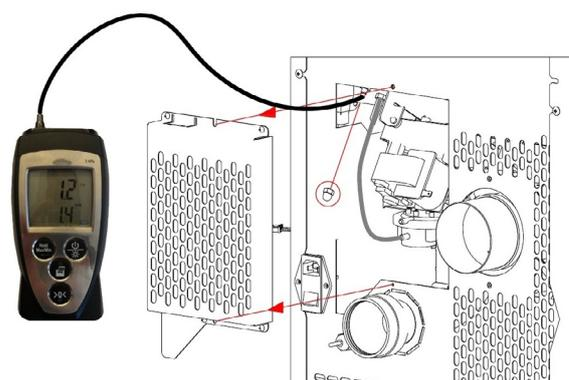

Fig. 66 - Anschluss des Digitaldruckwächters
- Über einen kleinen Schlauch einen Digitaldruckwächter zum Messen des Unterdrucks anschließen (siehe Fig. 66 auf S. 33).